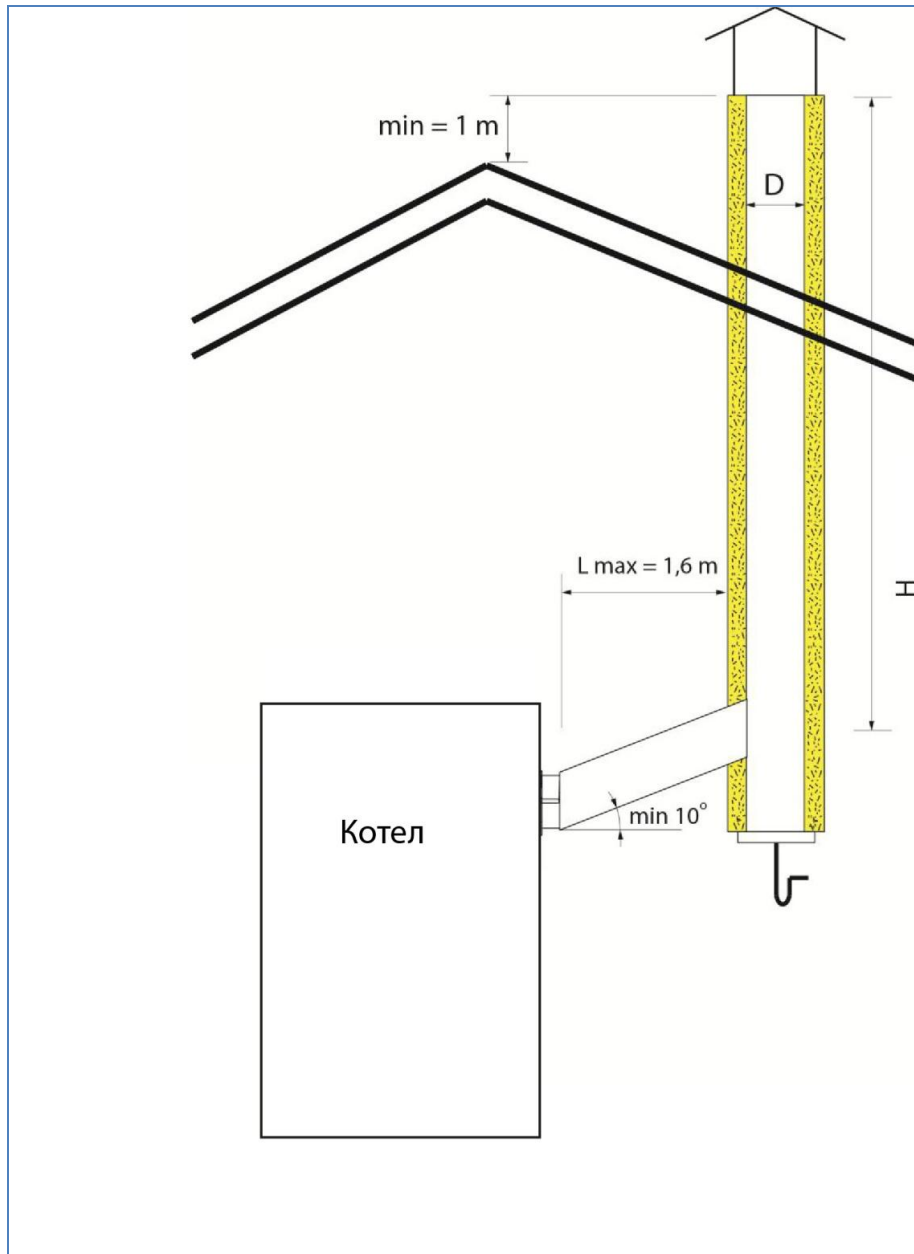

Рисунок 13 - Підключення димоходу
1. Верхній зріз димової труби має знаходитись вище верху даху щонайменше на 1 метр (див. Рисунок 13).
2. Максимальна довжина горизонтальної ділянки від котла до димоходу обмежена 1,6 м. (див. Рисунок 13).
3. Горизонтальна ділянка повинна мати ухил вгору не менше  $10^\circ$  (див. Рисунок 13).